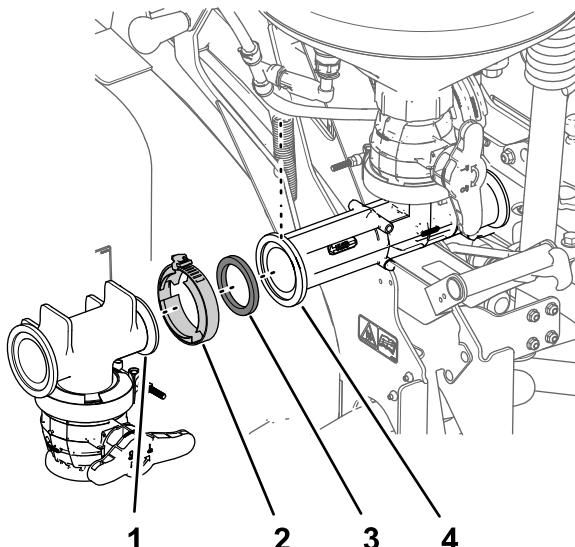

Рисунок 24
1. Совместите фланец тройника сливного клапана с передним фланцем эдуктора (Рисунок 24).
2. Установите тройник на эдуктор, используя прокладку и фланцевый хомут, и затяните хомут от руки (Рисунок 24).